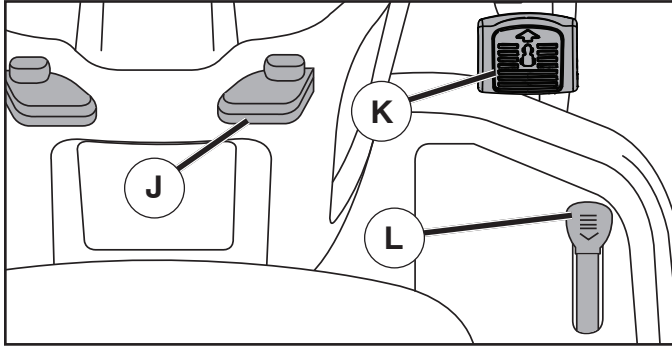

Fig. 7
MOVERSE HACIA ADELANTE Y HACIA ATRÁS (Vea Fig. 7)
- Apretar lentamente el pedal marcha adelante (K) y atrás (L) para iniciar el movimiento. Más se aprieta el pedal y mayor es la velocidad.
UTILIZAR EL MANDO CRUCERO (J) (See Fig. 7)